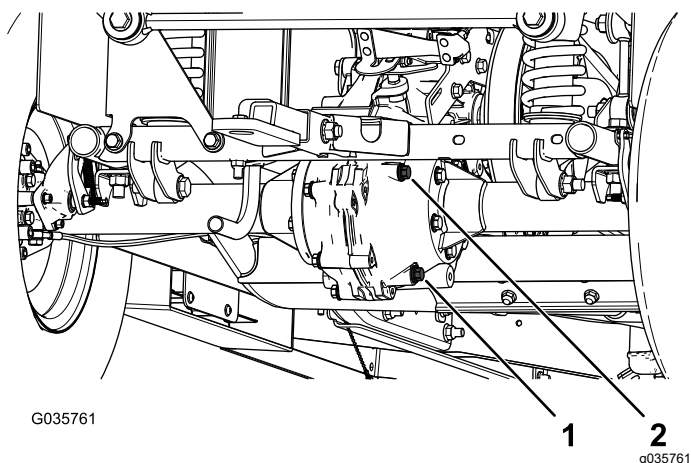

Figura 56
2. Togliete il tappo di riempimento sul transaxle (Figura 56).
3. Se il livello del fluido è basso, togliete il tappo di riempimento e aggiungete il fluido specificato finché non fuoriesce (Figura 56).
1. Allineate una bacinella di spurgo sotto il tappo di spurgo (Figura 56).
2. Togliete il tappo di riempimento e la guarnizione (Figura 56).
3. Togliete il tappo di spurgo e la guarnizione per lasciare defluire completamente il fluido (Figura 56).